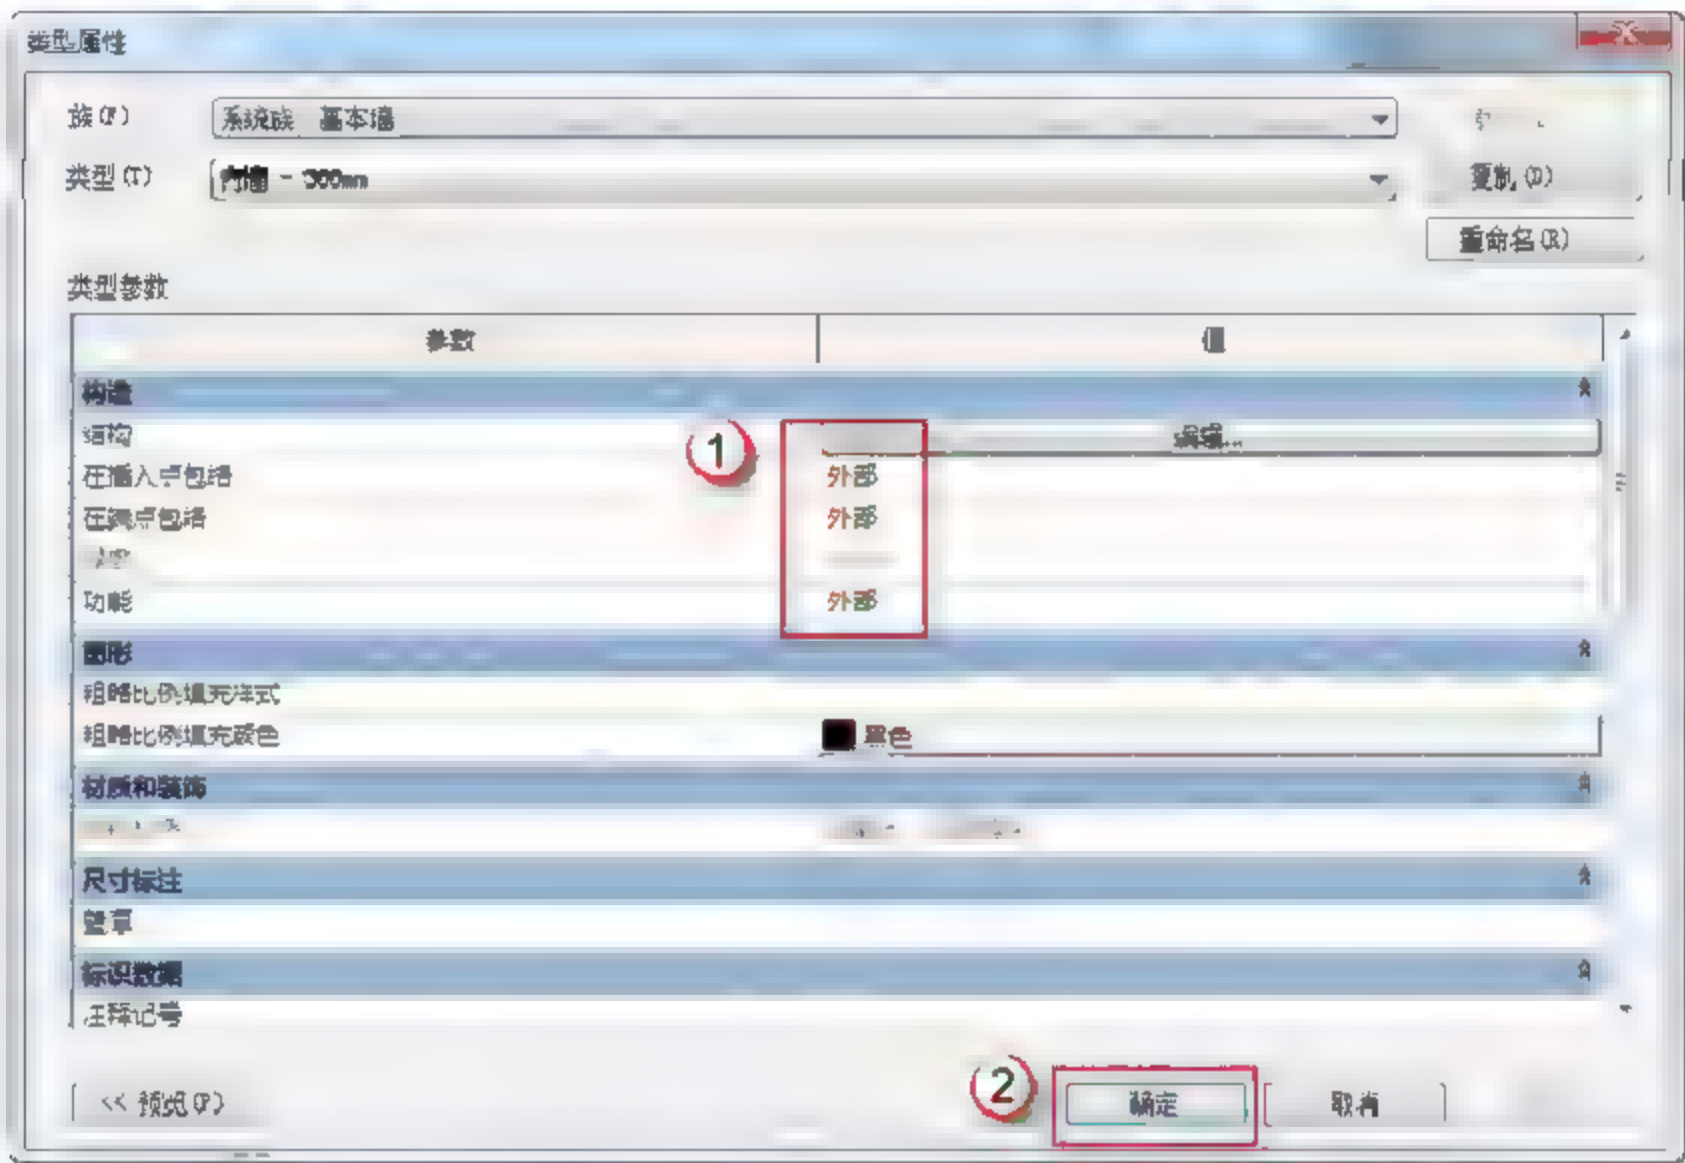

图 9.1.46 完成“内墙-300mm”的编辑
(19) 完成“内墙-300mm”的编辑。在“类型属性”对话框中，选择“插入点包络”后的参数“不包络”→“外部”，再选择“在端点包络”后的参数“无”→“外部”，选择功能参数后的“无”→“外部”命令，然后单击“确定”按钮，如图 9.1.46 所示。